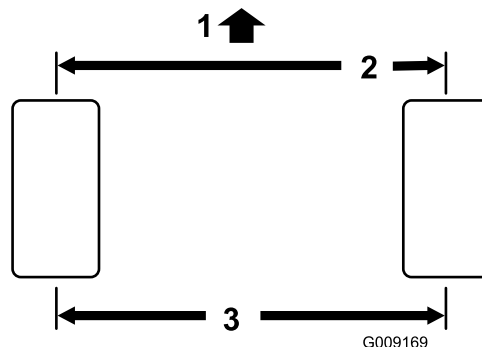

Figura 49
5. Mida la distancia entre los neumáticos delanteros a la altura del eje, en la parte delantera y trasera de los neumáticos (Figura 49).